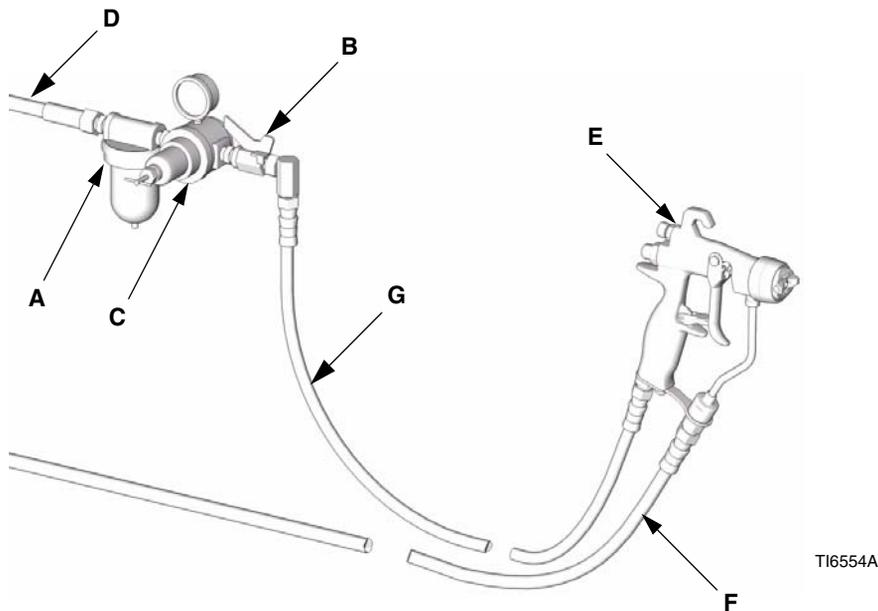

FIG. 1 : Installation type (illustration modèle G15)
Le schéma d'installation type représenté à la FIG. 1 est communiqué uniquement à titre informatif pour la sélection et l'installation d'appareils de pulvérisation air-assistée. Contactez votre distributeur Graco pour toute assistance dans la conception d'un système répondant à vos besoins.
1. Monter un filtre à air (A) sur la tuyauterie d'air pour assurer une alimentation du pistolet en air sec et propre. Salissures et humidité peuvent nuire à la finition de la pièce à peindre. Voir FIG. 1.
2. Installer un régulateur de pression d'air (C) sur la tuyauterie d'air du pistolet pour réguler l'air arrivant au pistolet.
3. Installer une vanne d'arrêt d'air (B) sur la canalisation d'air principale et sur la conduite d'air de la pompe, pour couper l'arrivée d'air au pistolet.